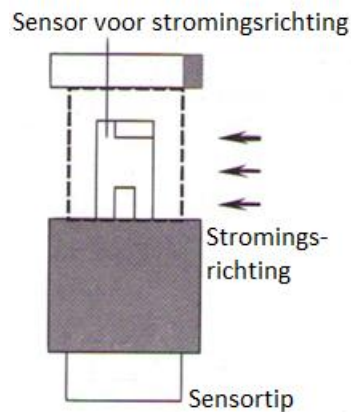

Fig 4
6. Bovenaan de sensor bevinden zich pijlen voor de richting van de luchtstroom. Deze pijlen moeten precies overeenkomen met de richting van de luchtstroom (Fig. 4). Nu kunt u de luchtstroomsnelheid aflezen op de hoofdweergave, en de temperatuur op de secundaire weergave.